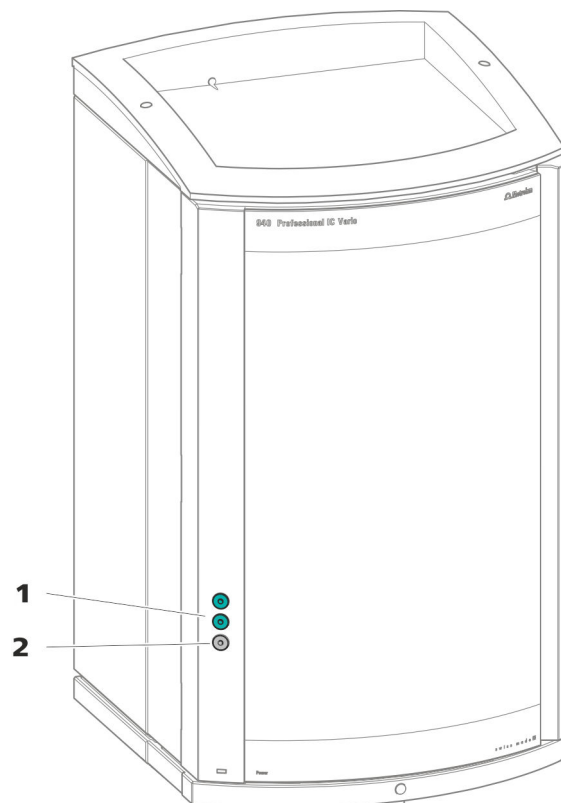

Abbildung 3 Durchführungen an der Tür
- Öffnungen an der Tür (siehe Abbildung 3, Seite 12)